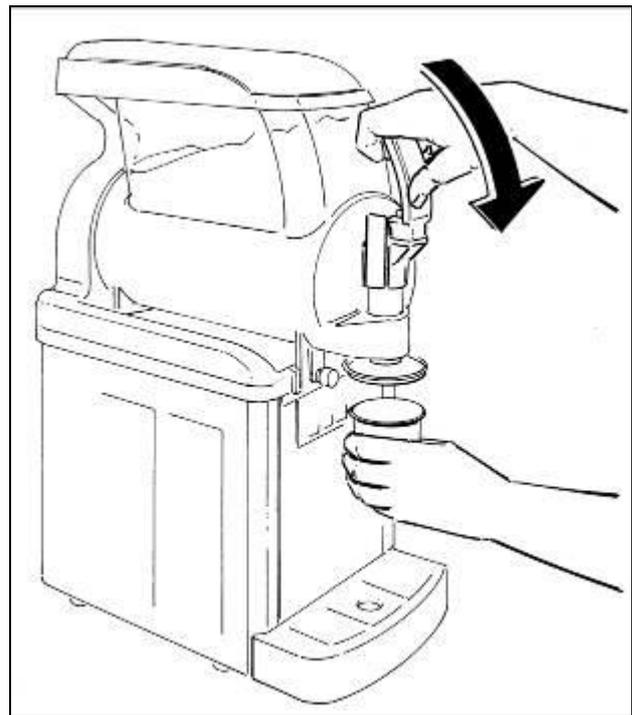

Fig. 29
- Une fois que le produit a atteint la consistance désirée, pour débiter, placer le verre sous le robinet, appuyer sur le bouton d'extraction et tirer le levier comme montré sur la figure 29.
La ligne GT est dotée d'un accessoire particulier pour donner une forme d'étoile au produit débité; en phase d'utilisation placer le verre sous celui-ci comme montré dans la fig.29.